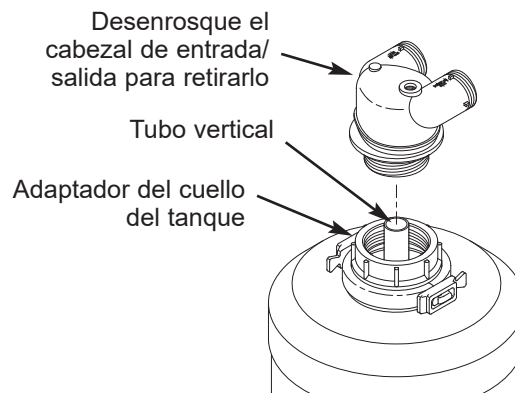

FIG. 9
4. Sujete el adaptador del cuello del tanque con una llave de correa, y desenrosque el cabezal de entrada/salida del adaptador (vea la Fig. 9). Una vez que el cabezal de entrada/salida esté completamente desenroscado, compruebe si el tubo vertical (vea la Fig. 9) sigue introducido en el cabezal de entrada/salida. Retírelo levantando el cabezal de entrada/salida lo suficiente para tomar el tubo vertical y tirar de él a fin de liberarlo del cabezal.
NOTA: Es posible que el tubo vertical (vea la Fig. 9) se haya salido del fondo del tanque de minerales. Si es así, puede que el cabezal de entrada/salida no se acople a las roscas del adaptador del cuello. Para corregir este problema, aplique presión de aire o agua al tubo vertical. Esto moverá el medio filtrante en el fondo del tanque, permitiendo que el tubo vertical baje hasta el fondo del tanque de minerales.